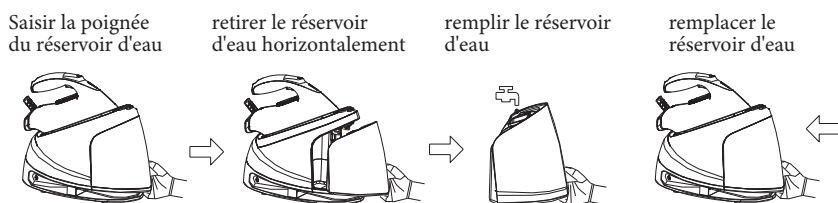

Fig.4
2. Saisissez la poignée du réservoir d'eau et sortez le réservoir d'eau horizontalement, remplissez le réservoir d'eau par l'ouverture de remplissage et remettez le réservoir d'eau en place (voir Fig.4).